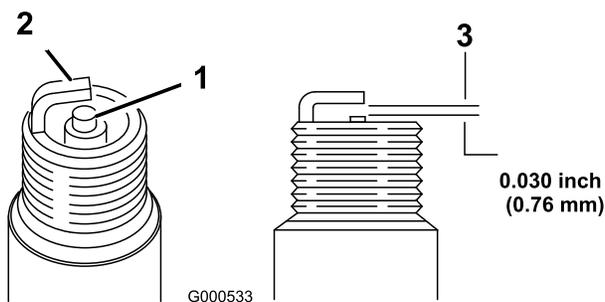

Figura 32
- Defina a folga na vela para 0,76 mm; consulte Figura 32.